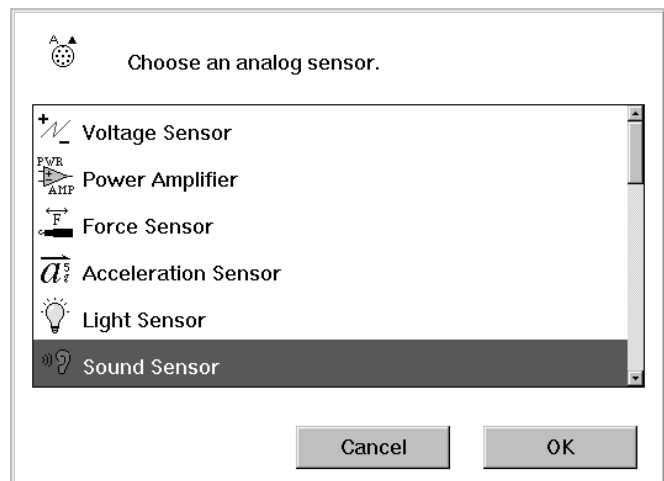

Рис. 3 Выбор датчика звука в программе *Science Workshop*.
- ③ В выпадающем меню выберите «Sound Sensor» (Датчик звука) (рис. 3).